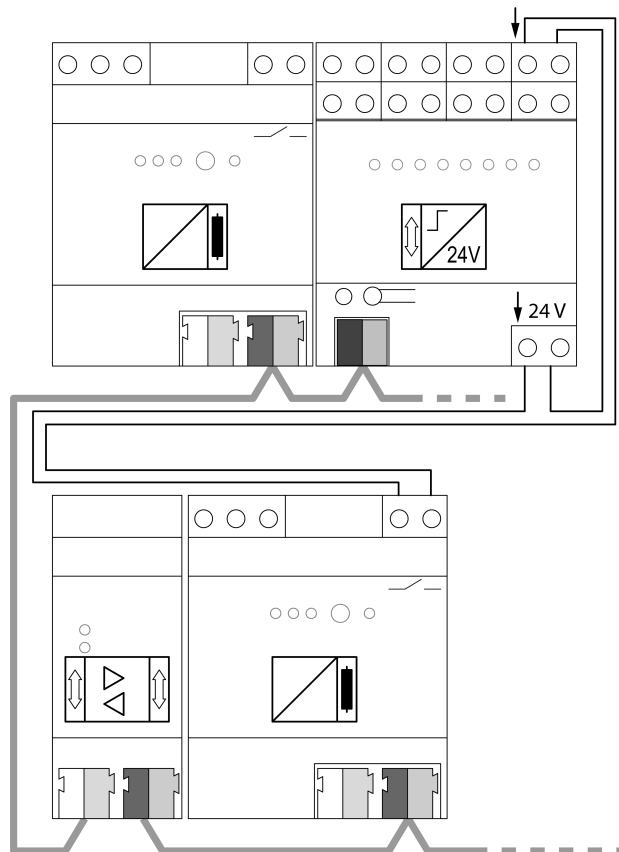

рисунок 6: Пример подключения — дискретный вход KNX на главной линии для фиксации и дальнейшей передачи диагностических сообщений
- Подключить дискретный вход KNX в соответствии с примером подключения (рисунок 6).